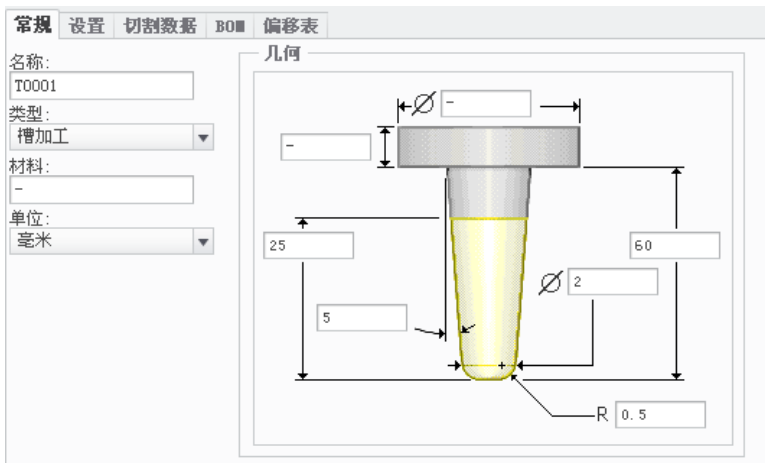

图 3.7.4 设定刀具一般参数
Step4. 在弹出的“刀具设定”对话框的选项卡中设置图 3.7.4 所示的刀具参数，设置完毕后依次单击和按钮，返回到“铣削工作中心”对话框。在“铣削工作中心”对话框中单击按钮，返回到“操作”操控板。